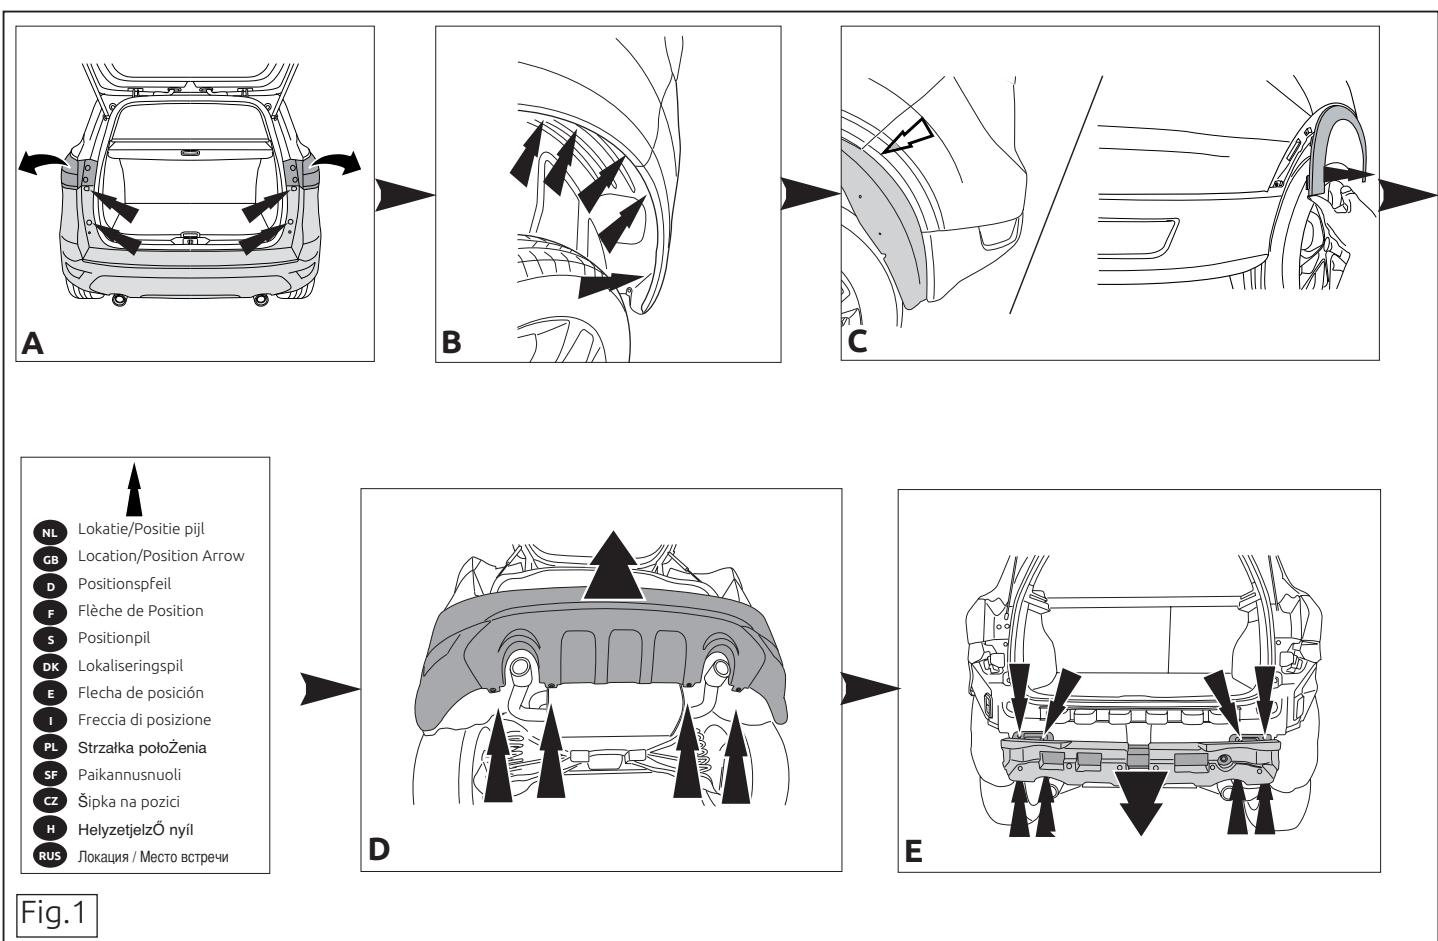

Fig.1
2. Cut out the portion as indicated in fig. 2. (see fig. 1).
stalen stoeltakkel van het overtuig, de stoeltakkel wordt inclusief de gebruik. Zie fig. 1.
1. Démonter les feux arrière. Déposer le pare-chocs du véhicule y compris la traverse en acier la traverse ne sera plus utilisée. (Voir fig. 1).